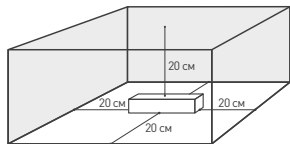

Рис. 1. Свободное пространство вокруг источника.
- 4.3. Для естественной вентиляции обеспечьте не менее 20 см свободного пространства вокруг источника питания, как изображено на Рис. 1. При невозможности обеспечить свободное пространство используйте принудительную вентиляцию.